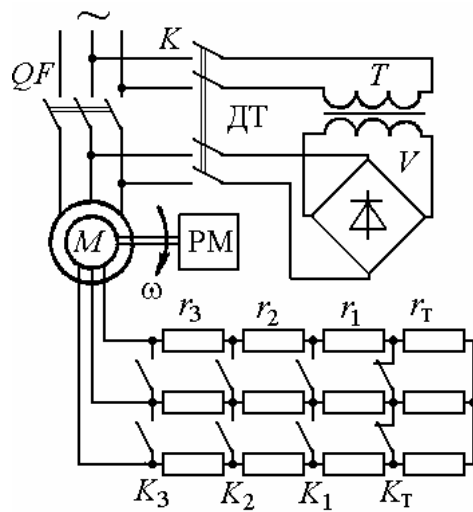
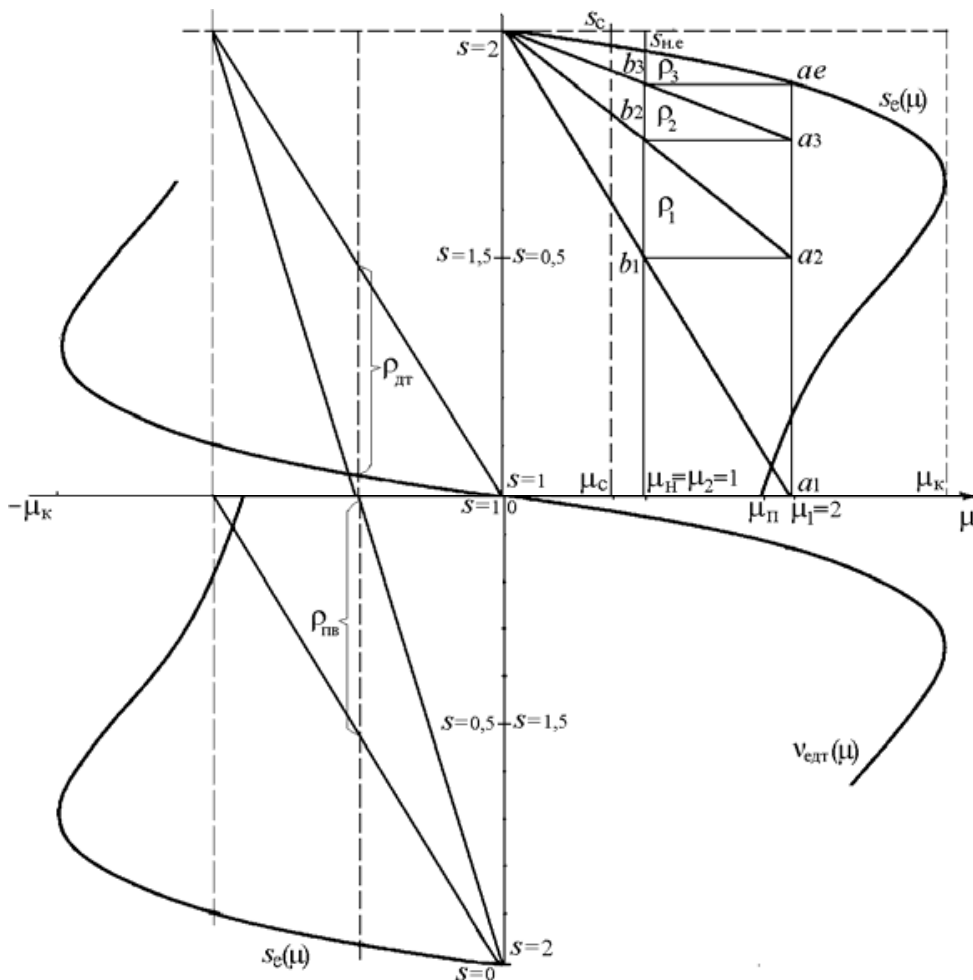

Рис.13. Схема реостатно-релейного пуска и торможения АДФР
Рис.14. Механические пусковые и тормозные характеристики АДФР
Задача 22. Для привода с асинхронным двигателем с фазным ротором и реостатно-релейным управлением (рис.13) построить статические характеристики реостатного пуска и рассчитать ступени пускового реостата (рис.14). Номинальные данные асинхронного двигателя привода: $P_H = 22$ кВт; $U_{1H} = 380$ В; $I_{1H} = 50$ А; $s_H = 0,06251$;
Задача 23. Определить вид переходных процессов и построить характеристики изменения момента и скорости двигателя при реостатно-релейном пуске привода с асинхронным двигателем при постоянном моменте нагрузки ($\mu_1 = \text{const}$). Двигатель имеет данные $P_H = 22$ кВт; $\omega_0 = 104,5$ рад/с; $s_H = 0,0625$; $J_{\delta} = 0,5$ кгм². Приведенные параметры механизма: $M_c = 0,5M_H$, $J_{пр} = 0,5$ кгм². Привод пускается в три ступени при $\mu_1 = 2$ и $\mu_2 = 1$ (см. задачу 22). Механические характеристики и характеристики пуска приведены на рис.14, 15.
Задача 24. Для схемы асинхронного привода с реостатным управлением по рис.13 определить величину сопротивления ступени тормозного противовключения $r_T = r_{пв}$ при максимальном значении тормозного момента $\mu_{T1} = 2$ и $s_{T1} \approx 2$. Номинальные данные двигателя привода приведены в задаче 22.
2. По графику пусковых характеристик $m = 3$, $\mu_1 = 2$, $\mu_2 = 1$ и сопротивление противовключения $r_T = r_{пв}$ (см. рис.14).
Задача 25. Для схемы асинхронного привода с реостатным управлением (см. рис.13) определить величину напряжения постоянного тока, подаваемого взамен переменного в статор двигателя, и величину сопротивления динамического торможения r_{dT1} для $\mu_{dT1} = 1$ при $v_{dT1} = 0,9375$. Соединение обмоток статора - звезда. Номинальные данные двигателя привода приведены в задаче 22. Для расчета напряжения питания двигателя постоянным током принять омическое сопротивление фазы статора двигателя $r_{1\phi} = 0,24$ Ом.